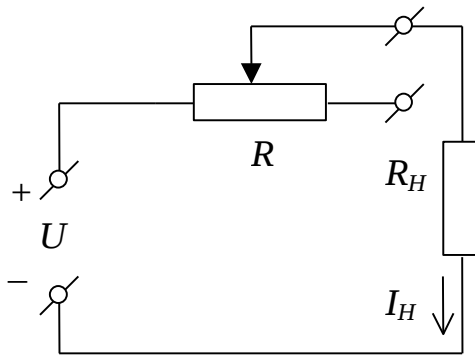

Рис.1
1. Последовательное соединение (рис.1) реостата и нагрузки (собственно реостат) применяют для регулирования тока в нагрузке R_H (и напряжения на